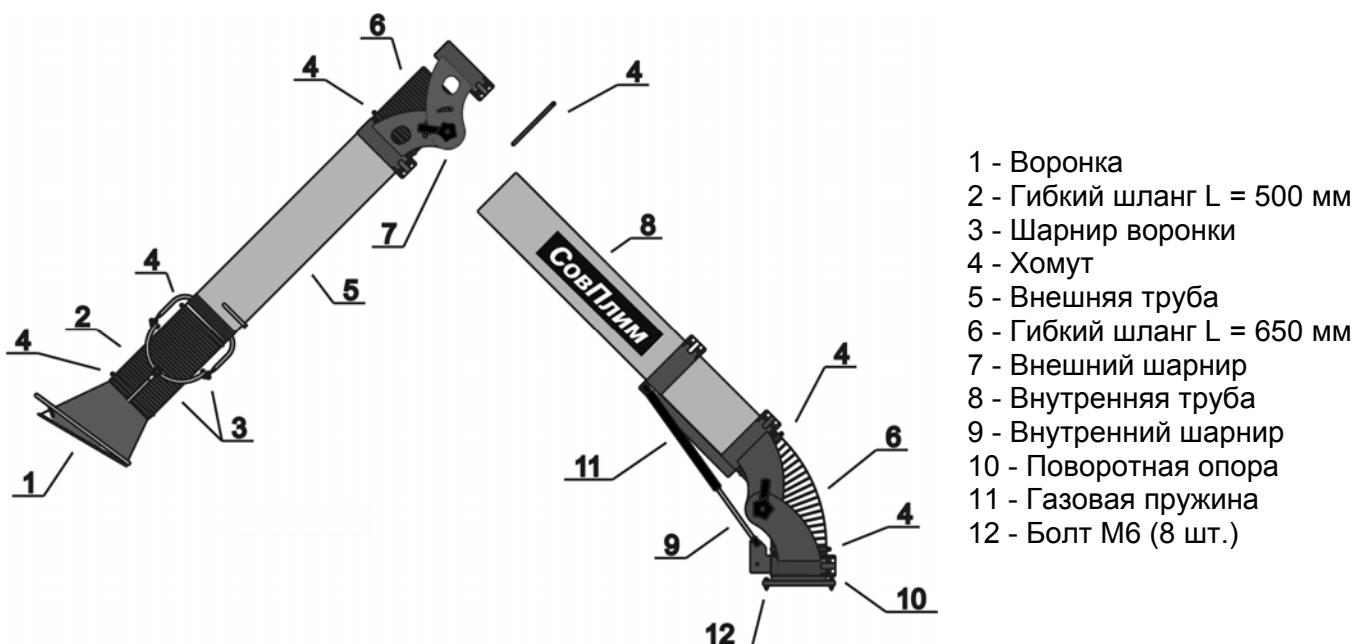

Рис. 8.2
8.1. Монтаж устройства KUA-M (см. рис. 8.2)